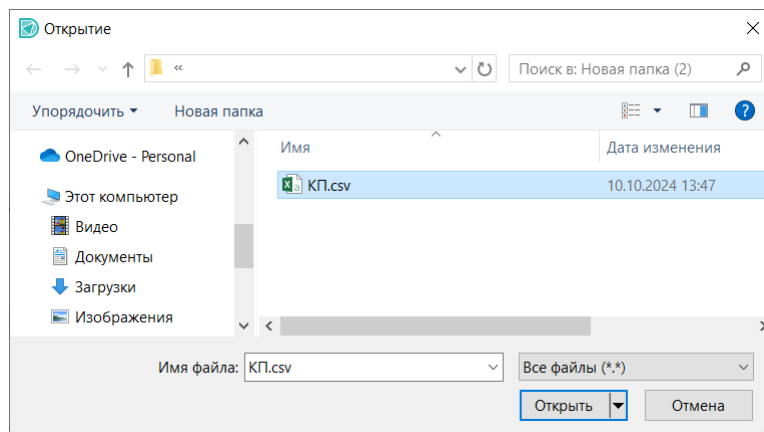

Рис. 104 Выбор csv-файла
3. Выберите в окне проводника нужный csv-файл и нажмите «Открыть», см. Рис. 104.